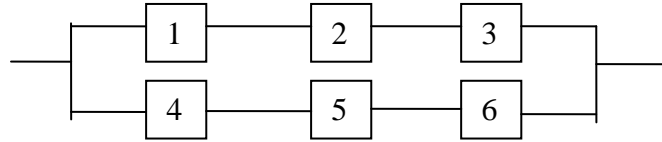

Рис. 7. Блок-схема надежности
9. Блок-схема надежности ХТС имеет вид, приведенный на рис. 7.